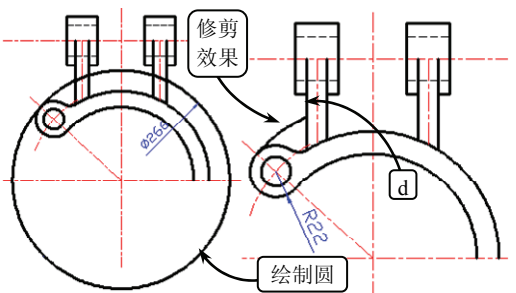

图 3-64 绘制圆并修剪
⑫ 利用【圆】工具选取点 A 为圆心，绘制直径为 $\Phi 266$ 的圆。然后利用【修剪】工具选取半径为 R22 的圆和轮廓线 d 为修剪边界，修剪该圆，效果如图 3-64 所示。